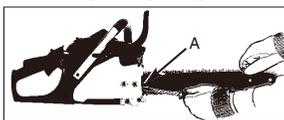

Fig. 5
1. Hold næsen af sværdet opad, og drej justeringsskruen (A) MED URET, for at øge kædestramningen. Drejes skruen MOD URET, løsnes kæden. Sørg for at kæden sidder stramt hele vejen rundt om sværdet (Fig. 5).